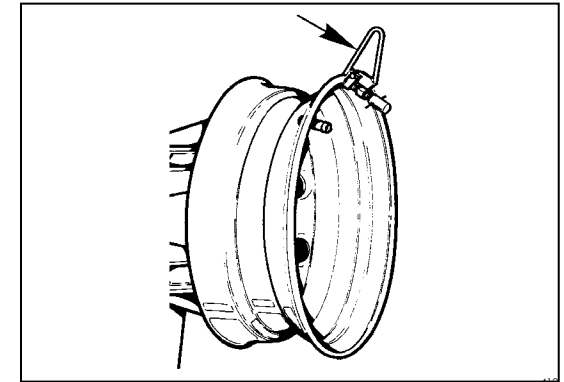
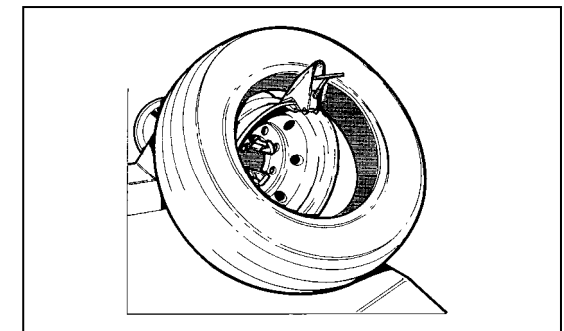

Fig.22
Fig.23
- If the rim is made of a light-alloy, the rim shape may not allow the standard mounting clamp to be attached. In such a case use the light-alloy mounting clamp (option **EAA0329G05A**). The clamp can be used as shown in Fig.22 or 23.
1. Graisser abondamment toute la surface intérieure de la jante et les talons du pneu. Fixer l'étau de montage (Fig. 22) au bord extérieur de la jante avec la valve à 11 heures et l'étau à 12 heures.
- Si la jante est en tôle légère, la forme du bord pourrait empêcher de fixer l'étau standard. Dans ce cas, utiliser l'étau pour jantes en tôle (en option **EAA0329G05A**). L'étau peut être fixé comme montré sur la fig. 23 ou 24.
1. Die ganze Innenfläche der Felge und die Reifenwülste großzügig schmieren. Die Montageklemme am Felgenaußenrand anbringen (Abb.22), wobei das Ventil in 11-Uhr-Position und die Klemme in 12-Uhr-Position stehen muß. Handelt es sich um eine ALU-Felge, könnte die Form des Felgenhorns das Anbringen einer Standardmontageklemme unmöglich machen. In diesem Fall ist eine Spezialklemme für Alufelgen zu verwenden (Sonderzubehör **EAA0329G05A**). Diese Klemme kann dann wie in Abb.23 oder 24 gezeigt befestigt werden.